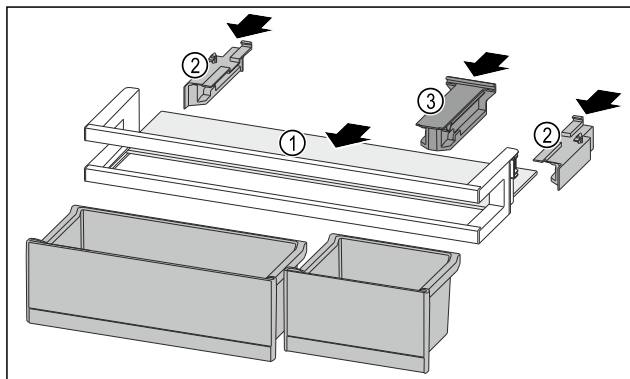

Fig. 95
- 将搁板 Fig. 95 (1)推入侧面凹槽。
- 插入侧面部分 Fig. 95 (2)。
- 插入定位件 Fig. 95 (3)。